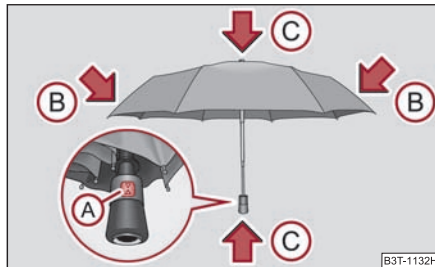

Fig. 119 Ouvrir le parapluie et le plier
- Appuyez sur la touche (A) ⇒ fig. 119.